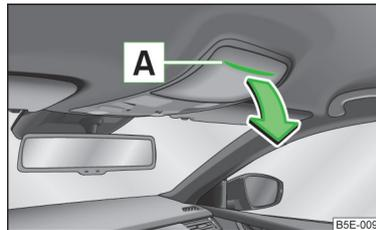

Abb. 71
► Auf den Deckel des Brillenfachs im Bereich **A** » Abb. 71 drücken.
› Den Deckel des Brillenfachs entgegen der Pfeilrichtung schwenken » Abb. 71, bis er hörbar einrastet.